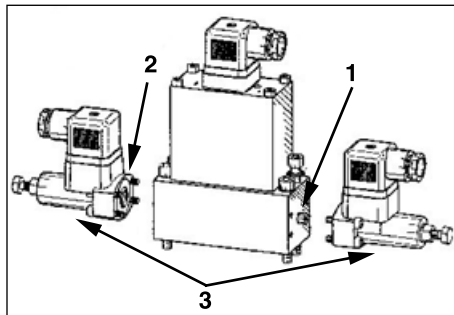

Figure 3
1. Retirer la vis à tête et la rondelle de l'extrémité du corps de la soupape, le plus près du raccord de mesure de pression. (Voir la figure 3, no 1.)
2. Enduire d'huile hydraulique le joint torique situé sur la surface de montage du manostat. (Voir la figure 3, no 2.)
3. Installer le manostat à l'extrémité de la soupape à l'aide des vis à tête fournies ; serrer à 3 ft-lbs (4 Nm). (Voir la figure 3, no 3.)